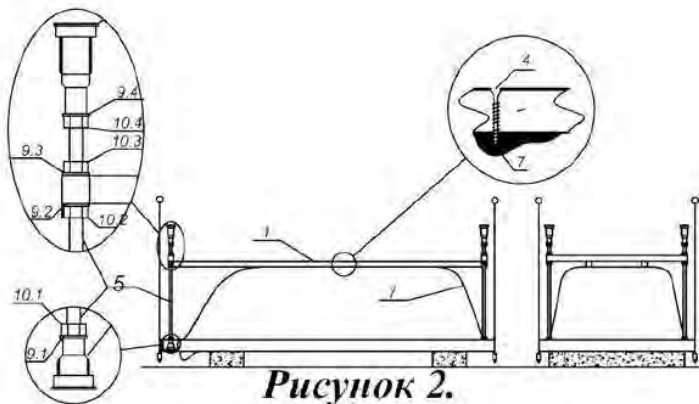

Рисунок 2.
2. Порядок установки каркаса (рисунок 2).
2. Установить каркас (1) на днище ванны (7), расположив его симметрично относительно бортов.
3. Собрать стойки (рисунок 2).